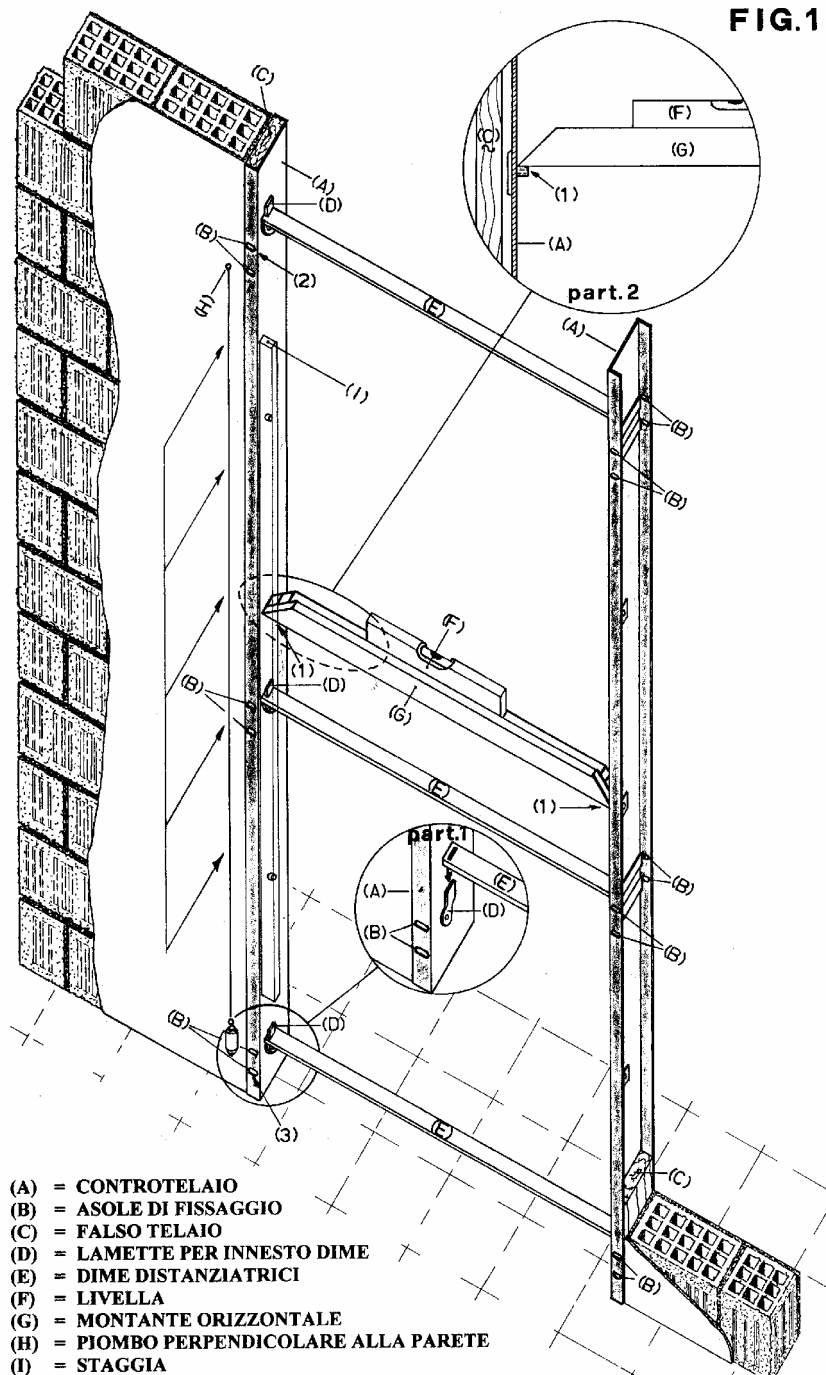

FIG.1
ISTALLAZIONE DEL CONTROTELAIO (FIG.1): Il controtelaio (A) è costituito da due lamiera zincate, con i bordi ripiegati a forma di "C" e muniti su ogni lato di tre coppie di asole (B). La sua posa va eseguita nel modo seguente: